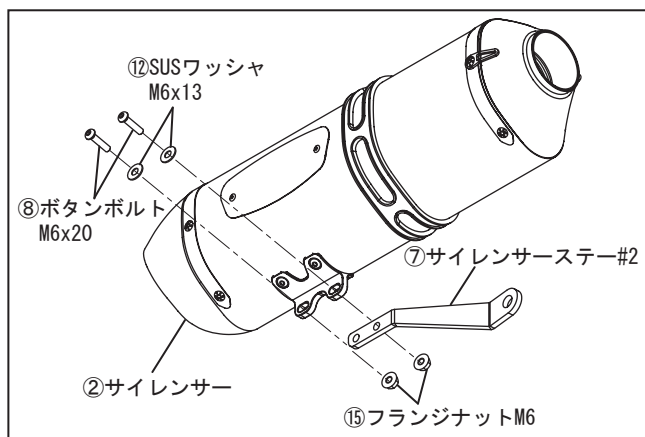

FIG. 12
9. ②サイレンサーに⑦サイレンサーステー#2を⑧ボタンボルトM6×20と⑫SUSワッシャM6×13、⑮フランジナットM6を使用して仮締めして下さい。(FIG. 12, 13参照)